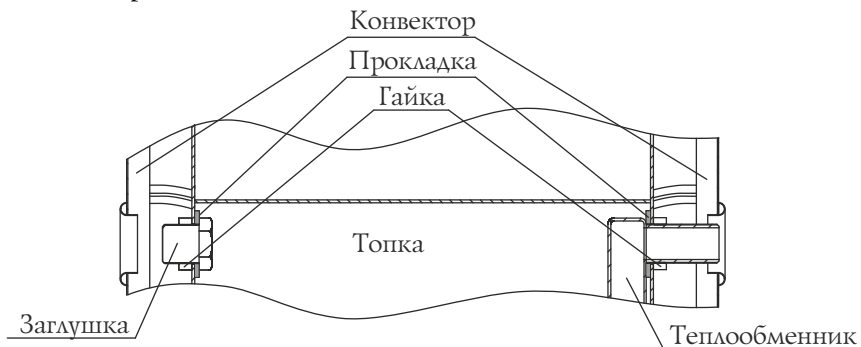

Рисунок 10. Демонтаж теплообменника и заглушек печи «Ангара 2012»
3. Снять теплообменник (рисунок 10) раскрутив гайки 2 шт. и вынуть его из отверстий, прокладки остаются на штуцерах;